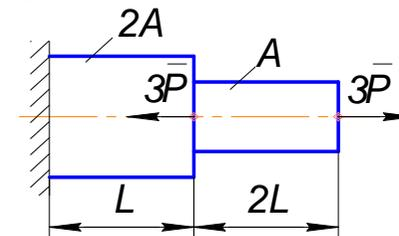

Рис.2.24
2.54. Изменение длины ступенчатого бруса ( $E$  – модуль Юнга) равно [простой выбор] (рис. 2.24):